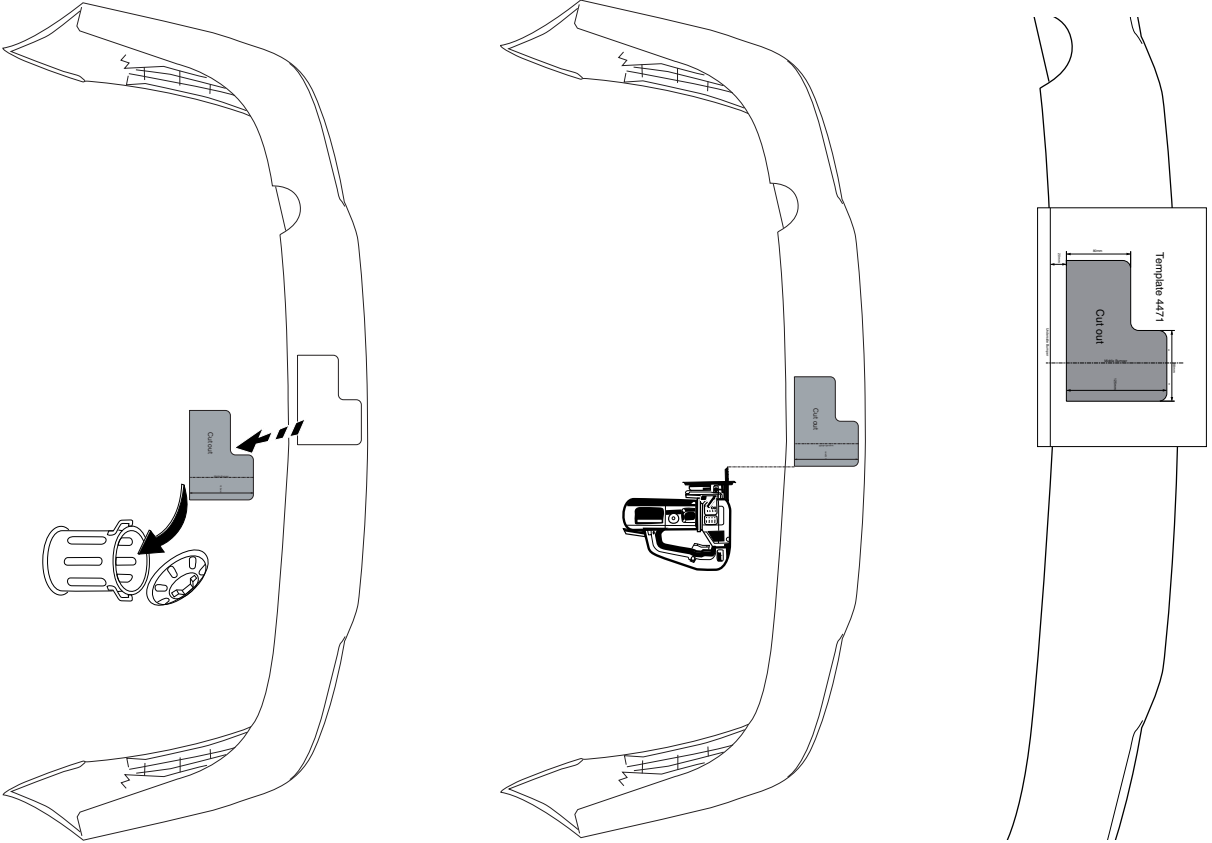

Fig. 1
1. Dégager le plancher du coffre. Retirer le cric du coffre (à gauche), l'écran arrière en plastique et les compartiments de rangement en plastique (à gauche et à droite). Démontez le pare-chocs du véhicule. Retirez la garniture du pare-chocs. Retirez les amortisseurs situés dans la garniture. Une fois retirés, ces amortisseurs ne seront plus remis en place. Scier un morceau du pare-chocs conformément à la fig. 1.
innanmätet ur kofångaren. Avlägsna stötdämparna från innanmätet, dessa förfaller. Såga ut en del ur kofångaren enligt fig. 1.
- Ryd gulvet i bagagerummet. Fjern følgende fra bagagerummet: donkræften (til venstre), bagskærmen af kunststof og kunststoffommerne (til højre og venstre). Fjern kofangeren fra køretøjet. Fjern den indre del af kofangeren (inderværket). Fjern støddæmperne fra inderværket. Disse støddæmpere skal ikke genanbringes. Sav et stykke ud af kofangeren, se fig. 1.
1. Despejar el suelo del maletero. Retirar del maletero el gato (a la izquierda), la pantalla posterior sintética y los compartimientos almacén sintéticos (a la izquierda y derecha). Desmontar el parachoques del vehículo. Retirar el armazón interior del parachoques. Retirar los amortiguadores del armazón interior. Los amortiguadores retirados no se vuelven a poner. Serrar una parte del parachoques de acuerdo con la fig. 1.
l'anima interna del paraurti. Rimuovere gli ammortizzatori dall'anima del paraurti; questi non dovranno essere rimontati. Segare via una parte del paraurti, come indicato in fig. 1.
1. Uprzątnąć podłogę bagażnika. Z bagażnika wyjąć podnośnik, tylną ściankę z tworzywa sztucznego oraz schowki z tworzywa sztucznego (z lewej i z prawej strony). Odkręcić zderzak. Zdjąć obudowę zderzaka a następnie z obudowy wymontować amortyzatory. Amortyzatory te nie będą ponownie wykorzystywane. Według rys. 1. Ze zderzaka wyciąć pokazany element.